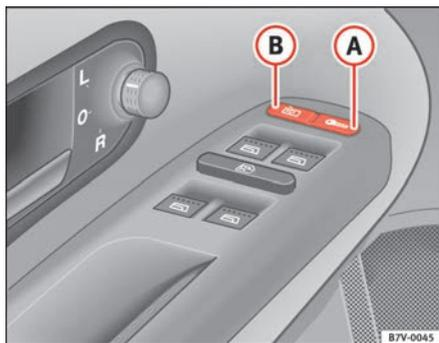

Fig. 57 Porta del conducente: interruttore della chiusura centralizzata
- Premere il tasto ⇒ fig. 57 **A** ⇒ .